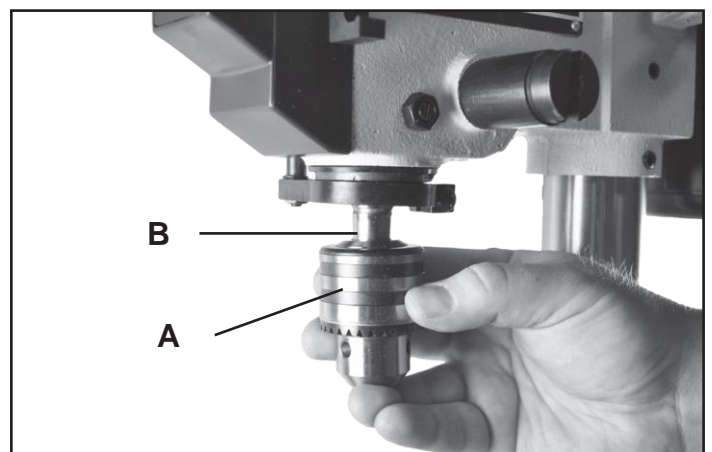

FIG. 5
5. Deslice el mandril de 1/2" (Fig. 5, A) sobre el husillo preinstalado (B). Abra las mordazas completamente y golpee suavemente con un mazo o martillo de goma y un bloque de madera para ubicarlo. Esto asentará el mandril correctamente sobre el husillo.